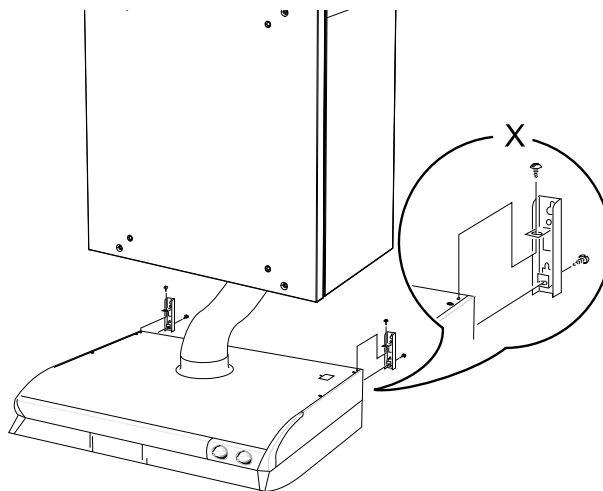

Bild 23 Installation der Dunstabzugshaube
1. Schließen Sie die Dunstabzugshaube mit einem flexiblen Lüftungsrohr an das Gerät an. Verwenden Sie die Halterungen, die zusammen mit der Dunstabzugshaube geliefert werden (Abbildung 23, Pos. X).